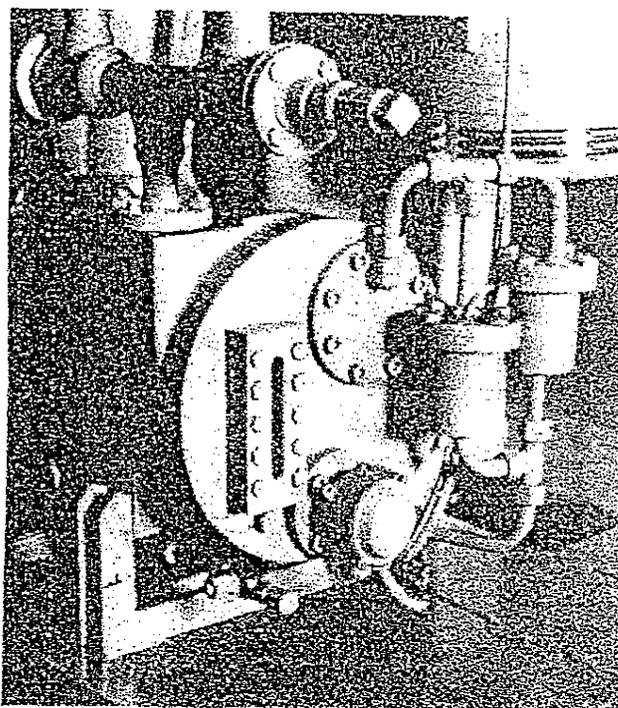

Fig. 5. Visores de nivel del separador aceite.
- + Comprobar el cable como se indica en el esquema del circuito eléctrico. Ver fig.5.
Abrir la válvula y dejar que el nivel de aceite en el separador suba hasta el visor de nivel superior, pero no más arriba (Fig. 5). Cerrar la válvula.